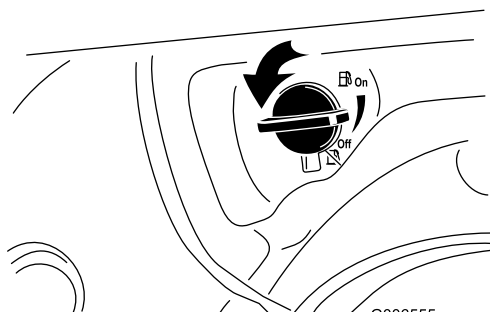

Figure 19
2. Ouvrez le robinet de carburant en le tournant de 1/4 de tour dans le sens anti-horaire (Figure 19).